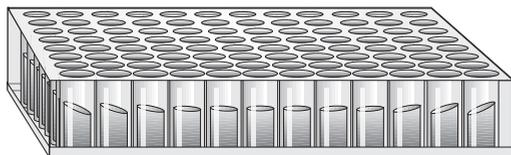

図 3. 遠心操作後の DyeEx 96 プレートの状態。外側のウェルのゲルベッド表面は遠心力の方向によって傾斜する。
- 遠心操作後、遠心力の差によって DyeEx 96 プレートのゲルベッド表面はそれぞれのウェルで異なることがあります (図 3 参照)。これは正常で、DyeEx 96 操作のパフォーマンスには影響しません。
遠心操作後の DyeEx 96 プレート・ウェル中のゲルベッド表面の状態は、ウェルにかかる遠心力の差により異なる（図 3）。これは正常であり、DyeEx 96 操作のパフォーマンスには影響しない。